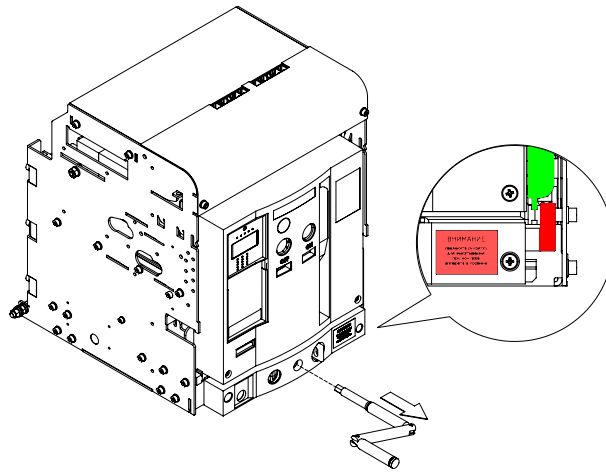

Рисунок 25 – Извлечение рукоятки для выкатывания
4.3.5 Извлечь рукоятку для выкатывания из гнезда корзины, смотри рисунок 25.